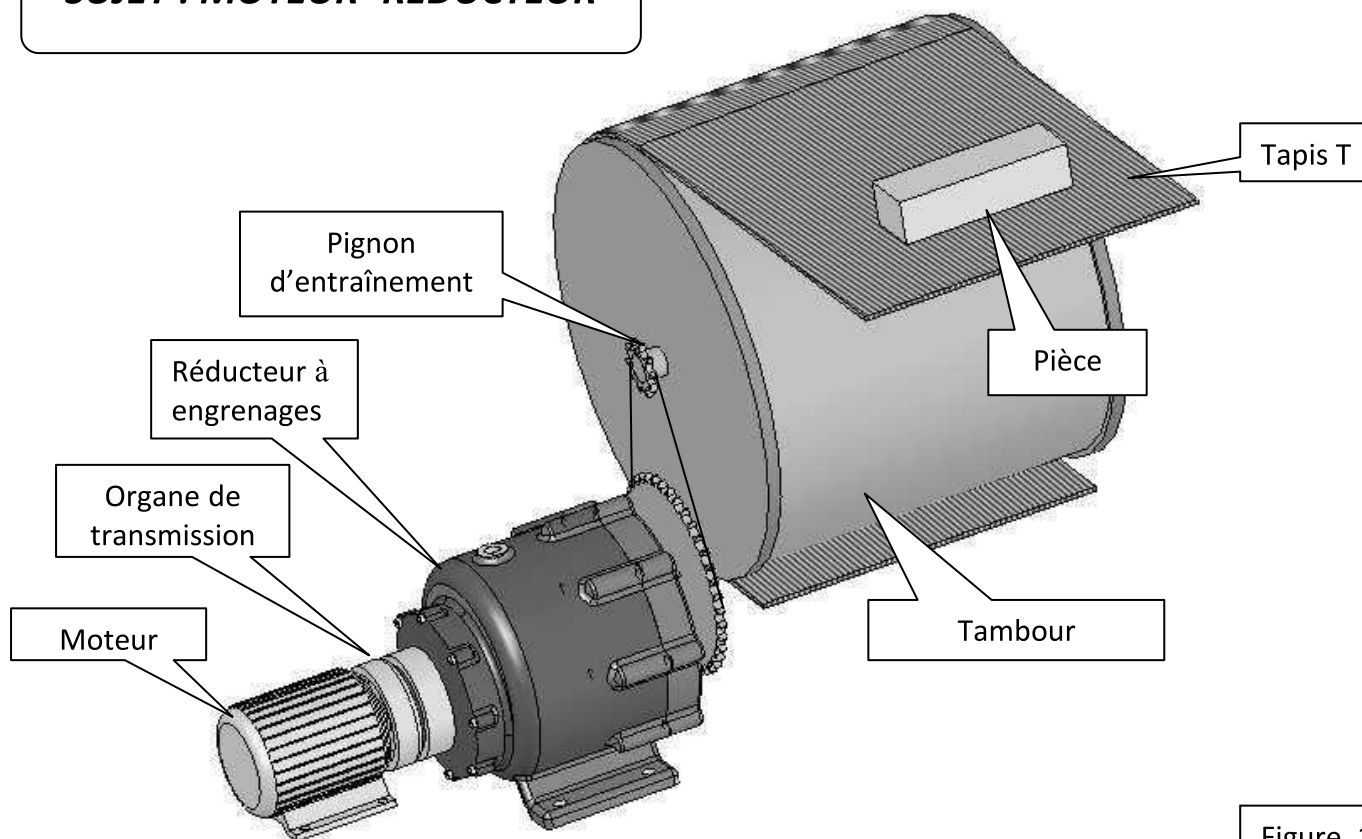

Figure. 1
Le mouvement de rotation de l'arbre (5) du réducteur est transmis au tambour moteur du tapis (T) par un système pignons et chaîne (voir figure.1)